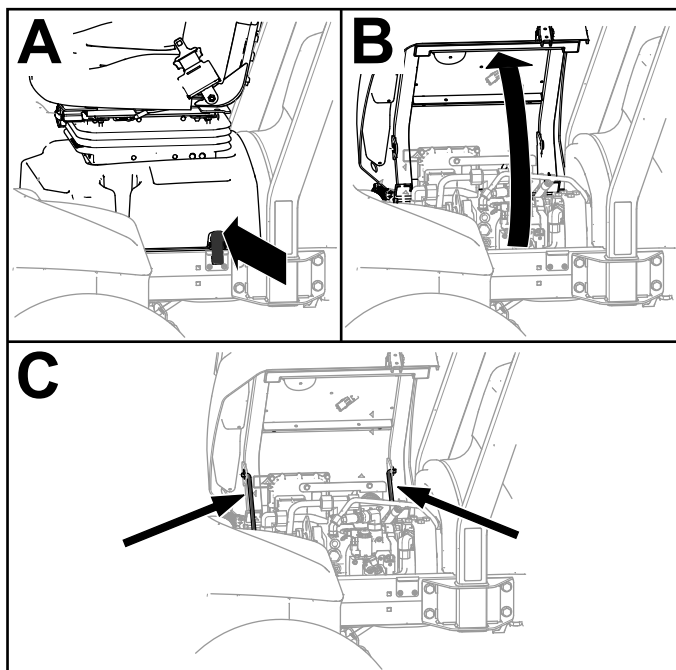

Figura 39
1. Sganciate la base del sedile (A nella Figura 39).
2. Inclinate il sedile e la base aprendoli (B nella Figura 39).
3. Supportate il sedile e la base con le aste di sostegno (C nella Figura 39).